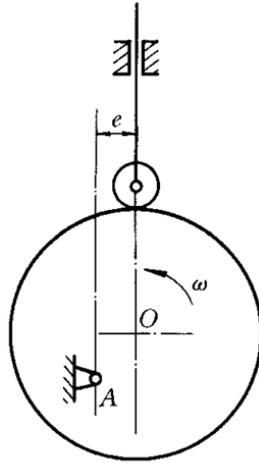

图 6
4. (10分) 如图6所示的偏置直动滚子从动件盘形凸轮机构, 其中  $e$  为偏距,  $A$  为凸轮的转动中心,  $O$  为凸轮的几何中心, 凸轮以角速度  $\omega$  逆时针转动。试在图上: (作答时需要抄图, 尺寸在图上量取)